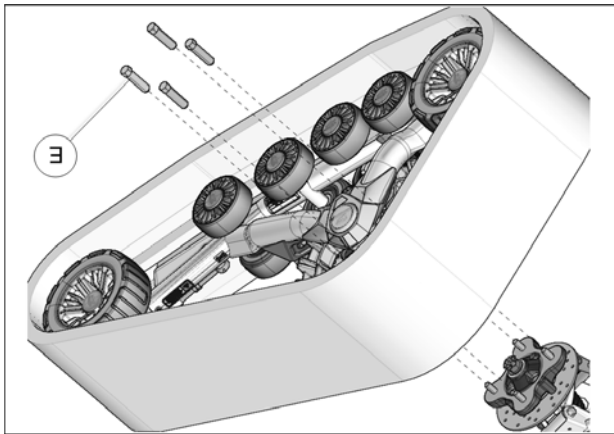

Fig. 10
7. Au moyen des écrous de roue M12 (E) fournis, boulonner chaque système de traction au moyen de roue avant. La marche à suivre et les précautions sont les mêmes qu'à l'arrière. Voir la Fig. 10
9. Fixer le système de traction au moyen de roue arrière. Utilisez les écrous de roue M12 (E) fournis. Voir la Fig. 10